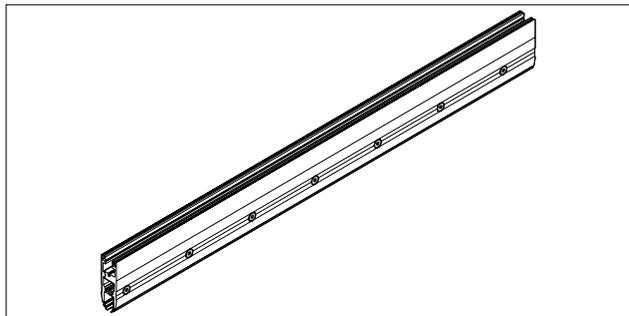

Abb. 7 Türschiene Verschraubungen
2. Verschraubungen an den Türschiene leicht lösen (Abb. 7).